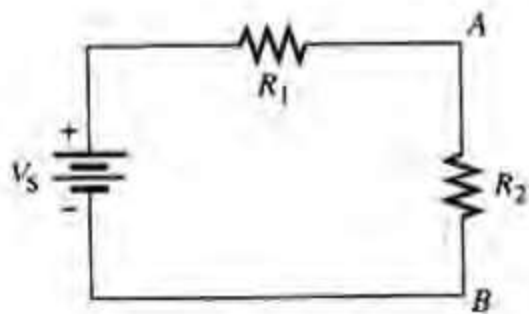

图 13.61
- 标出图 13.61 中如何在 R_2 两端 A 点和 B 点之间接电解电容。